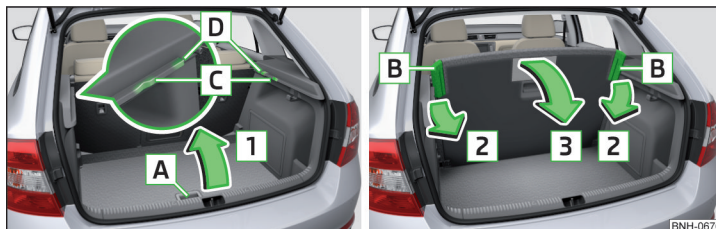

Abb. 113 Variablen Ladeboden hochklappen/herunterklappen
- › Den variablen Ladeboden am Griff **A** in Pfeilrichtung **1** anheben. Die klappbaren Ecken **B** müssen in den Bereichen **C** oder **D** („Parkstellung“) gesichert werden » Abb. 113.